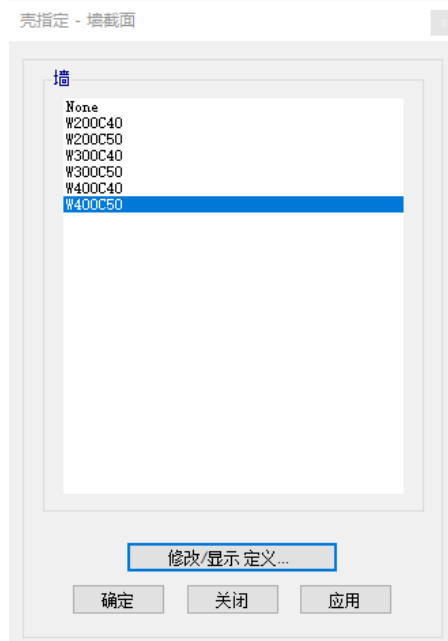

图 4-11 指定墙截面对话框
- 3) 框选厚度为 400 的剪力墙，通过命令 **指定>壳>墙截面**，在弹出如图 4-11 的对话框中选择 **W400C50**，并点击确定按钮。